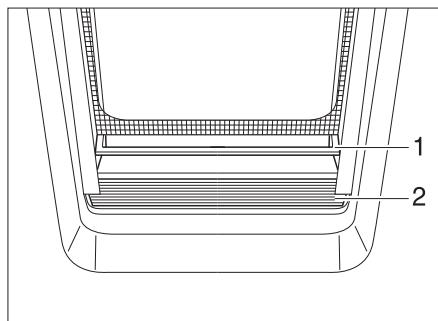

Fig. 52 Estor plegable
- Coger el estor plegable (Fig. 52,2) por el centro del listón tirador (Fig. 52,1), tirarlo de abajo hacia arriba y soltarlo en la altura deseada. El estor plegable se queda fijo en esta altura.